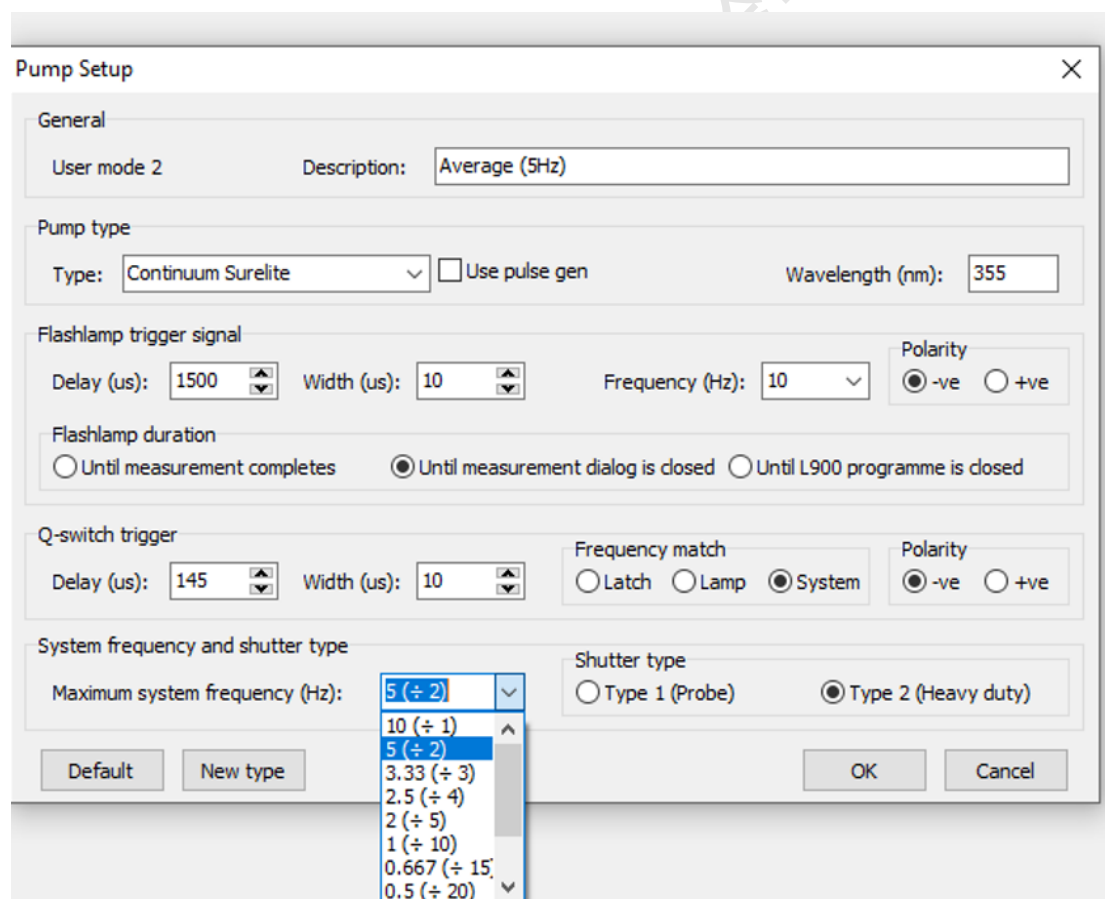

图 7.12. 泵浦激光参数设置。
(1) 点击【5】硬件设置【Hardware setup】中的【Laser】，选择需要的【mode】，点击【detail】可以修改当前【mode】的参数，可以修改的为【Q-switch trigger】的 Delay(us)值和 Maximum system frequency(Hz)，如图 7.12 所示，频率是通过下拉菜单进行选择。在【S】模式下，频率的值要小于 5；测试长寿命(ms 级)需要调整【Detector】内的【Delay(us)】值。其他基本不变。